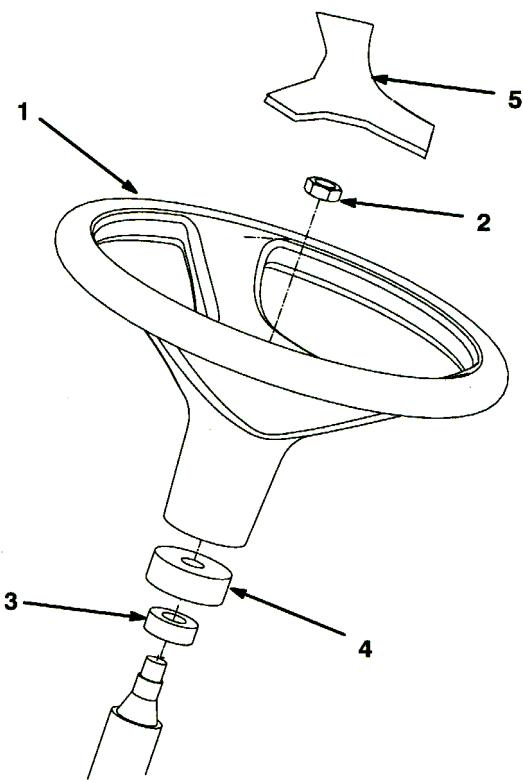

図2
- シート・プレートからハンドルを取り出す。ハンドルからキャップを取り（図2）。
- ハンドル・シャフトからジャム・ナットを外す。ウレタン製カラーとダスト・カバーがシャフトについていることを確認する（図2）。ハンドルをステアリング シャフトにはめ込む。